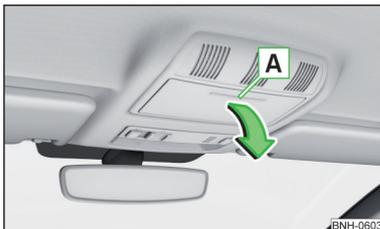

Fig. 75
- Pour **ouvrir**, appuyez sur le bord extérieur de la lamelle dans la zone **A**. Le compartiment s'ouvre dans le sens de la flèche » fig. 75.